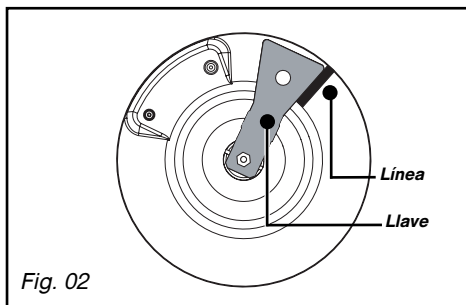

Fig. 02
– **Conexión con un tubo flexible** de goma reforzado **con extremos mecánicos** atornillables (de acuerdo con la norma NF D 36-112) cuyo tiempo de vida es de 10 años (Fig. 02).
- Con un lápiz, trace una línea en la placa en el lugar indicado (Fig. 02).